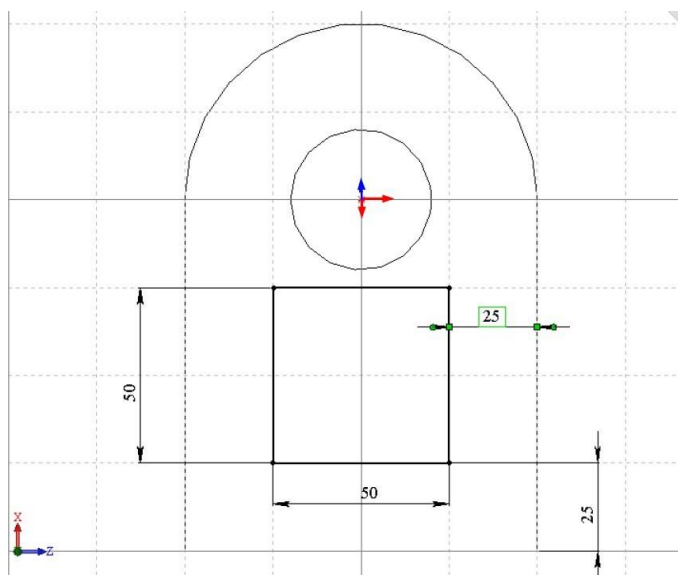

Рисунок 1.21 - Встановлення розмірів
5.2. Активувати функцію "Прямокутник", викреслити прямокутник, встановити необхідні розміри квадрата і його розташування щодо наявних крайок деталі, як показано на рис. 1.21.